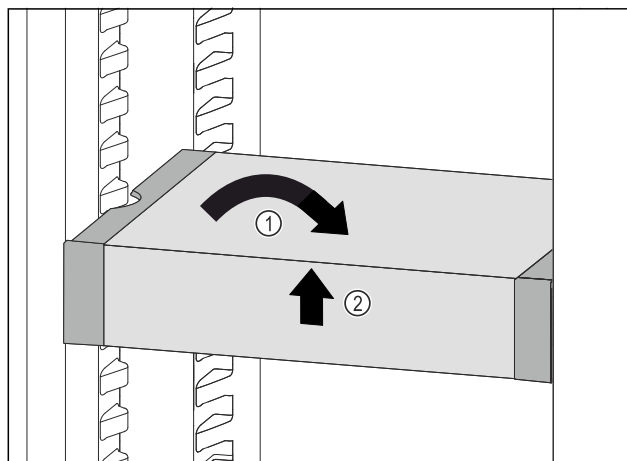

Fig. 110
- Poziționați drept VarioSafe. Fig. 110 (1)
- Ridicați în față VarioSafe. Fig. 110 (2)